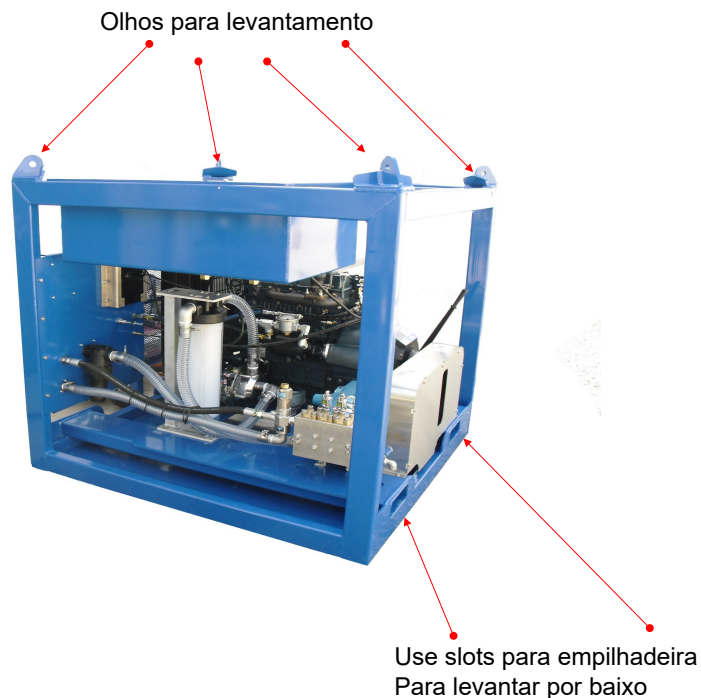

Figura 4.4 - Diretrizes de levantamento
- Fonte de água de alimentação por gravidade (Ver Figura 4.4). Use uma mangueira com um diâmetro de pelo menos 1-1 / 2 "para conectar o tanque de água à unidade de energia
Certifique-se de que a fonte de água pode fornecer de forma confiável o fluxo de bomba necessário de 20 GPM (75 LPM). Um fornecimento mínimo de 25 GPM (95 LPM) é recomendado para garantir que a bomba não fique sem água. Se estiver conectando a um tanque de alimentação por gravidade, localize a saída do tanque acima da conexão de entrada de água na unidade de potência para garantir uma linha de sucção inundada. (Veja a Figura 4.4)